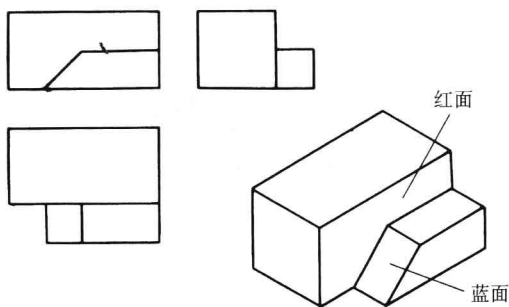

图 36
1. 根据立体图中指定的色面，用红蓝铅笔将该色面在三视图图中对应的投影涂成相同的颜色（图 33~图 36）